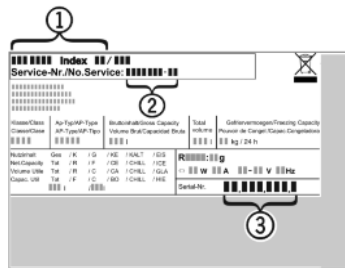

Fig. 16
- ▶ Gerätebezeichnung Fig. 16 (1), Service-Nr. Fig. 16 (2) und Serial-Nr. Fig. 16 (3) vom Typenschild ablesen. Das Typenschild befindet sich an der linken Geräteinnenseite.
- ▶ Den Kundendienst benachrichtigen und den Fehler, Gerätebezeichnung Fig. 16 (1), Service-Nr. Fig. 16 (2) und Serial-Nr. Fig. 16 (3) mitteilen.